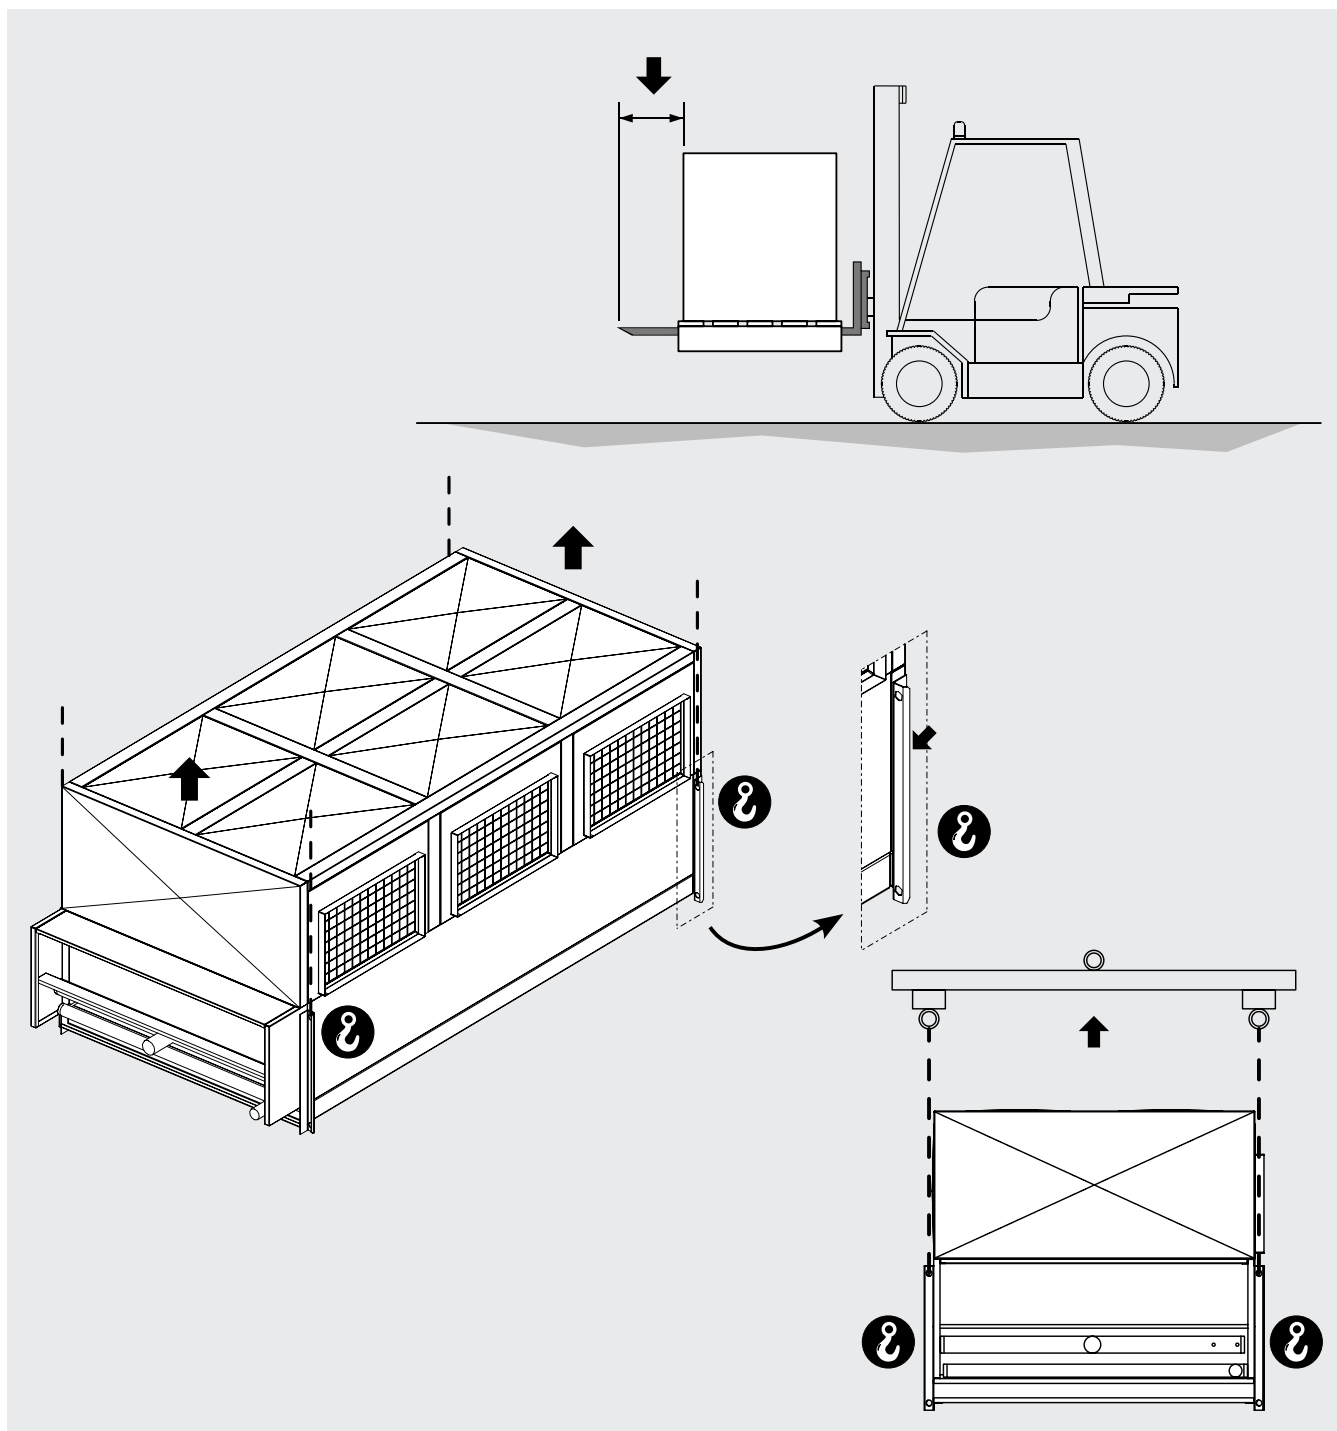

Figure 3
- 5.2 Le modèle emballé doit être déplacé par un personnel qualifié à l'aide d'un chariot élévateur ayant une capacité de charge adéquate, ou à l'aide d'une grue et/ou d'un pont roulant (v. Sect. 7). Les fourches de levage doivent avoir une longueur supérieure à la profondeur de l'emballage et/ou du modèle. Éviter tout mouvement brusque et ne pas stationner à proximité de la zone de manœuvre. Toujours assurer les modèles aux organes de soulèvement avant de procéder aux opérations de manutention. Un gros choc ou une forte poussée peuvent renverser le modèle. Voir Figure 3.
- 5.11.4 Lever le modèle déballé en l'assurant aux supports de levage latéraux. Voir Figure 3. Ne pas passer ou stationner sous une charge suspendue: danger d'écrasement. Utiliser des tréteaux ou d'autres structures de support.